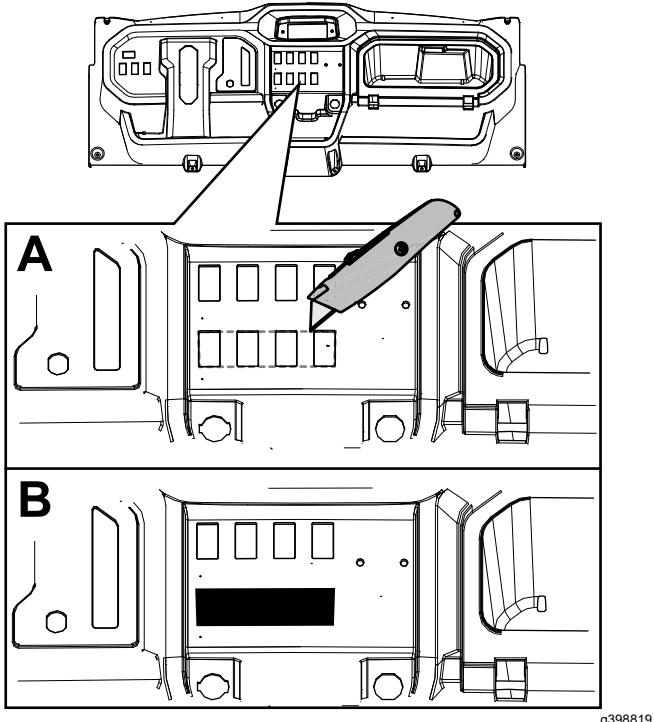

Figura 3
1. Sul cruscotto, rimovete i 4 connettori dell'interruttore e tagliate il materiale presente tra i ritagli dell'interruttore (Figura 3).